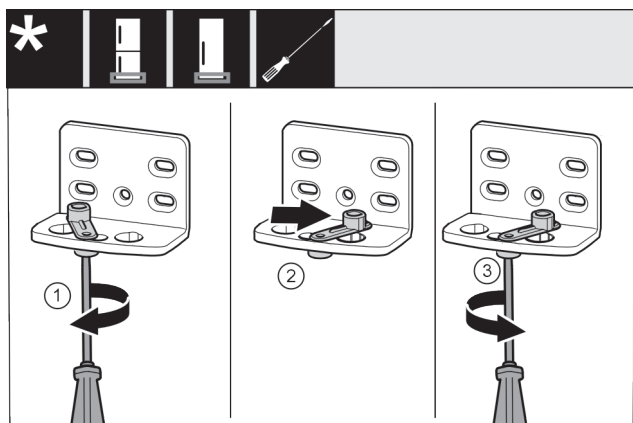

Fig. 19
- ▶ Schraube Fig. 19 (1) mit Schraubendreher lose schrauben.
- ▶ Türschließhilfe Fig. 19 (2) anheben und um 90° nach rechts in Bohrung drehen.
- ▶ Schraube Fig. 19 (3) mit Schraubendreher festschrauben.